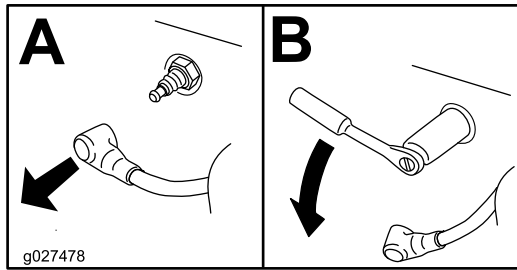

Figure 31
- Déposez les bougies comme montré à la Figure 31.